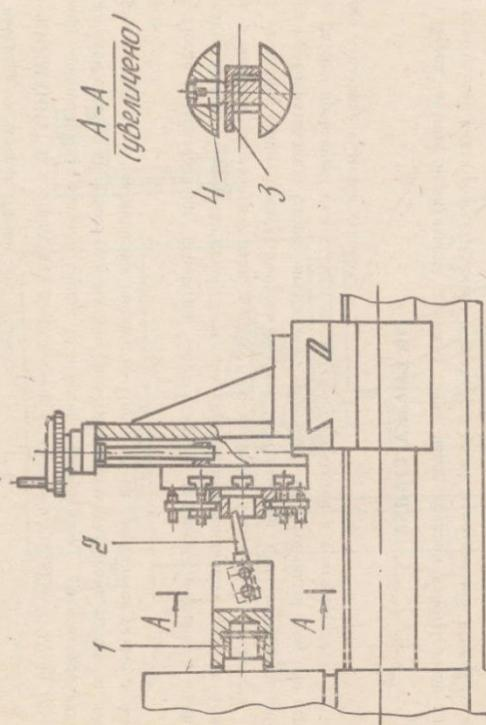

Рис. 26
8.13. Гравидажности для расточных работ (рис. 26).
На станке можно растачивать отверстия в небольших корпусных деталях. Для этого обрабатываемую деталь укрепляют на столе таким образом, чтобы ось отверстия, подлежащего растачиванию, совпадала с осью шпинделя. Способ крепления детали описан в разделе «Фрезерно-спиральное устройство» (см. рис. 16). При наладке станка на расточные работы (рис. 26) на передний конец шпинделя плотно наворачивают оправку 1. Расточный резец 2 устанавливают в паз опправки и с помощью прижима 3 фиксируют его положение винтами 4. При этом прижим следует устанавливать так, чтобы его отогнутый борток упирался в плоскость паза, на которой стоит резец.